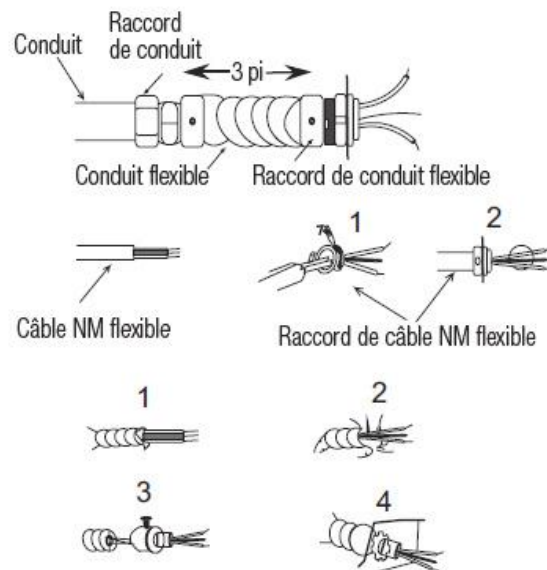

Figure 6 – Raccords, câbles et quincaillerie utilisés pour la connexion électrique de la chaufferette
2. Fixez les connecteurs à l'unité. Voir **Figure 6**. Faites glisser le fil de calibre 10 dans le connecteur.
NOTE: Tous les raccordements électriques doivent être effectués conformément au code électrique national des États-Unis. Pour certaines applications, des conduits peuvent être nécessaires; voir la Figure 6. Veuillez consulter votre code électrique local. Si les fils électriques passeront dans les conduits et que vous désirez tourner l'appareil, assurez-vous que la distance de conduit est suffisante pour permettre le mouvement de l'appareil.